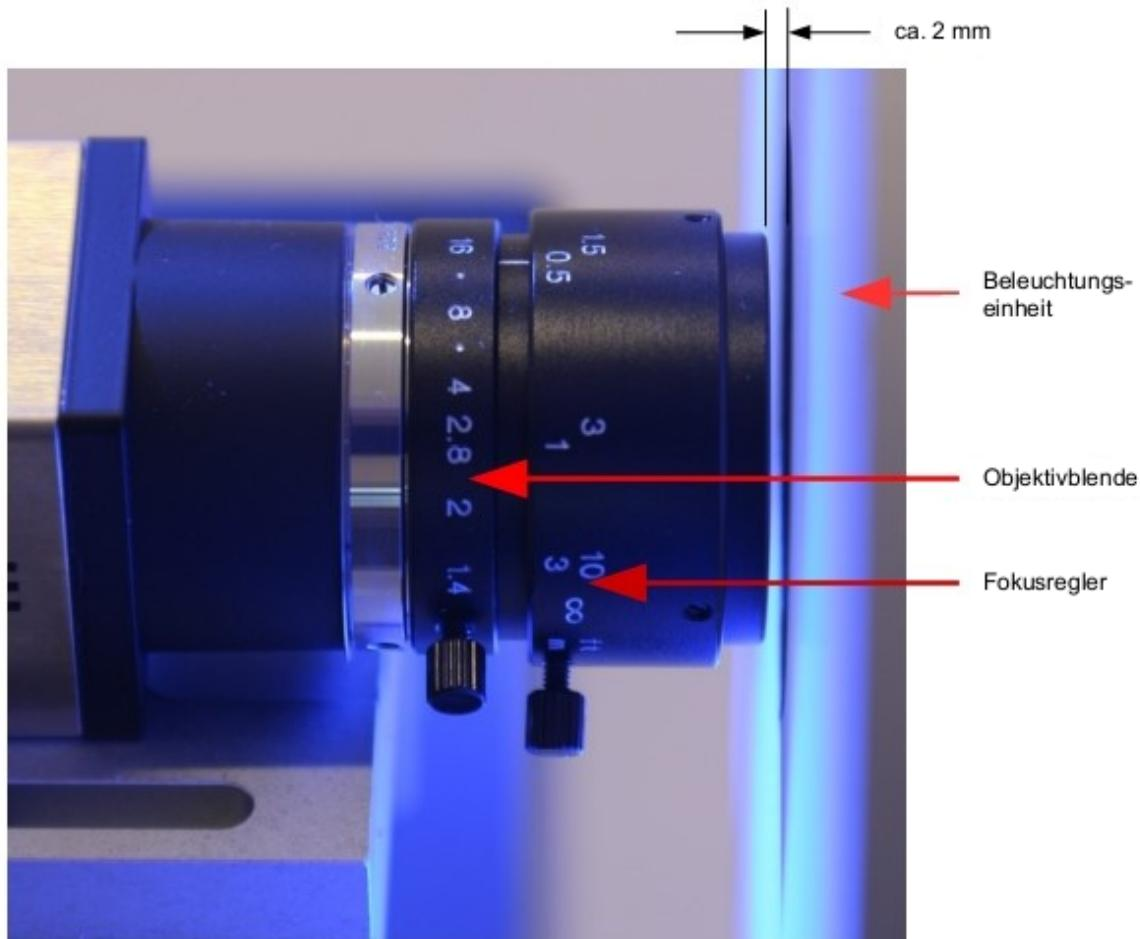

Abb. 5.2.6: Objektiv mit Bedienelementen für Blende und Fokus (Schärferegler).
- Justieren Sie die Bildschärfe über den Fokusregler an der Kamera [Abb. 5.2.6] ein.